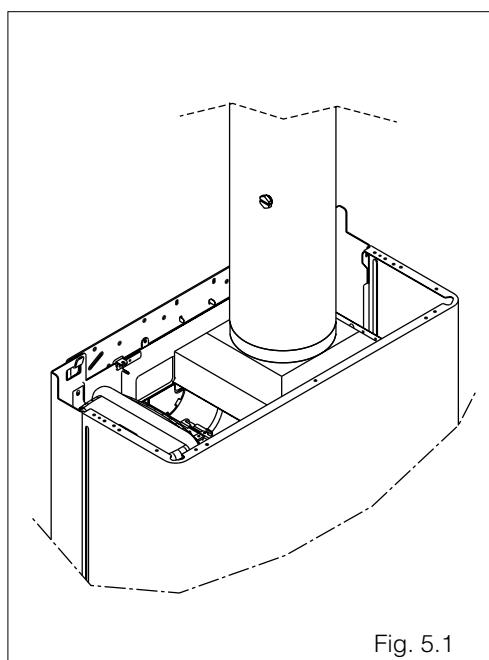

Fig. 5.1
- Con la caldaia alla massima potenza, in modo ☀ (estate), temperatura sanitario a 60°C, rubinetto dell'acqua calda alla massima portata, è possibile effettuare il controllo della combustione inserendo la sonda nel tratto di tubo rettilineo (fig. 5.1) posizionato dopo l'uscita della cappa ad almeno 400-500 mm. dalla stessa (come prescritto dalle Norme vigenti)